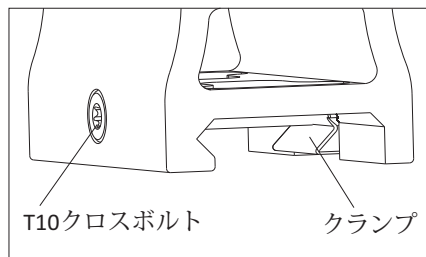

図4
2. オプティックを取り付ける際は、T10クロスボルトを付属のT10トルクスツールで緩めて、ピカティニーレールの適切な場所へ取り付けした後、オプティックを銃口に向けて前方に押しつけて締めます(図4)